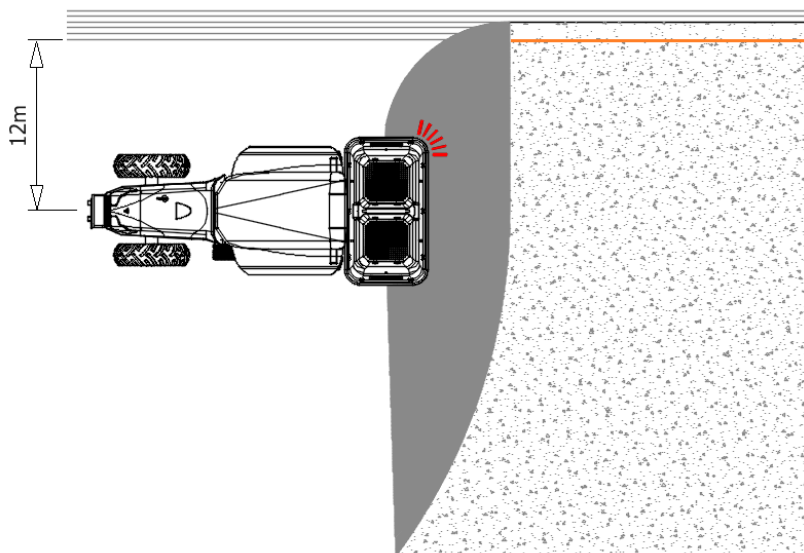

Figura 6.12 – Ej. esparcimiento - Limitación "hacia el borde"
Si desea limitar el esparcimiento al borde del terreno (*figura 6.12*), limitación "al borde", debe proceder del siguiente modo:
- **Aleje el tractor 12 m**, desde su centro hacia el borde, como se muestra (*Figura 6.12*),